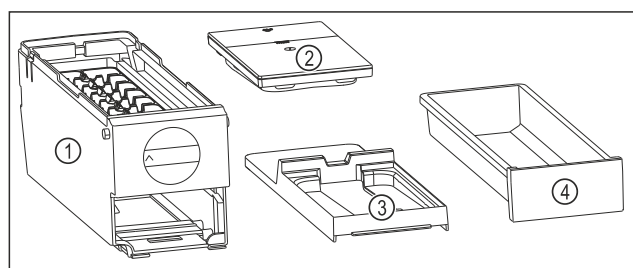

Fig. 190 Составные части EasyTwist-Ice
- EasyTwist-Ice разобран на четыре части. (см. Fig. 190)
- Разбирайте EasyTwist-Ice только на составные части, представленные на рисунке. (см. Fig. 190)
- Очищайте корпус EasyTwist-Ice Fig. 190 (1) как цельное устройство.